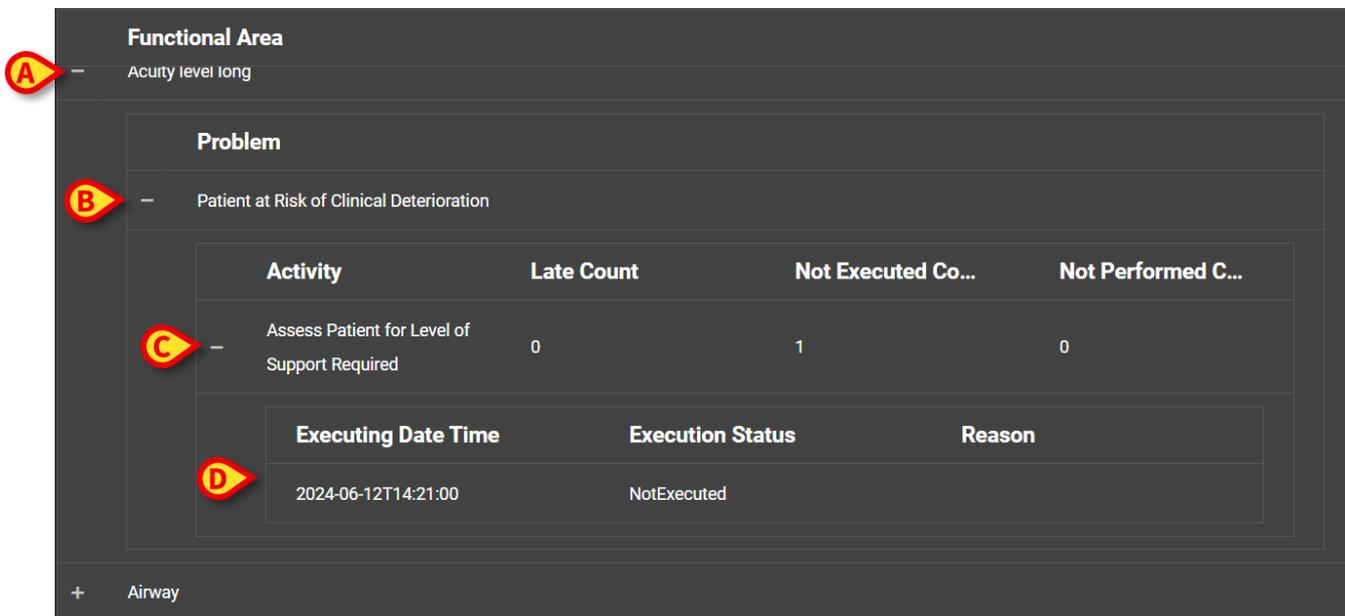

Fig 102
Véase, por ejemplo, en la Fig 102:
- Área funcional: Nivel de agudeza largo (Fig 102 **A**).
- Problema: Paciente en riesgo de deterioro clínico (Fig 102 **B**).
- Actividad: Evaluar al paciente para determinar el nivel de asistencia necesaria (Fig 102 **C**).
- Anomalía: aquí se especifican los detalles de la anomalía (fecha/hora y tipo - Fig 102 **D**).